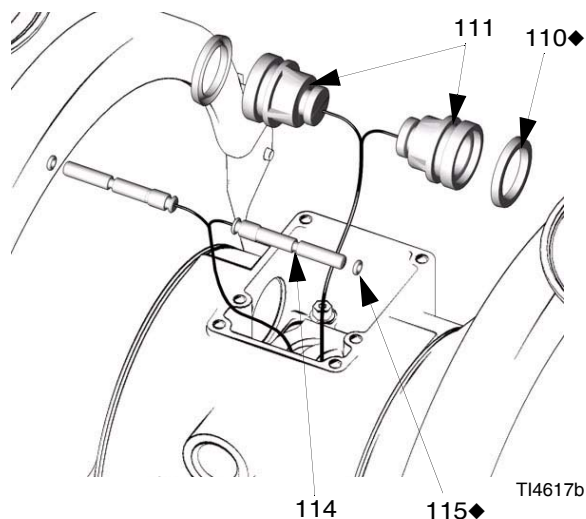

Рис. 8
4. Извлеките два приводных поршня (111). Извлеките из поршней П-образные кольца (110). Вытащите направляющие стержни (114). Извлеките из направляющих стержней уплотнительные кольца (115). См. Рис. 8.